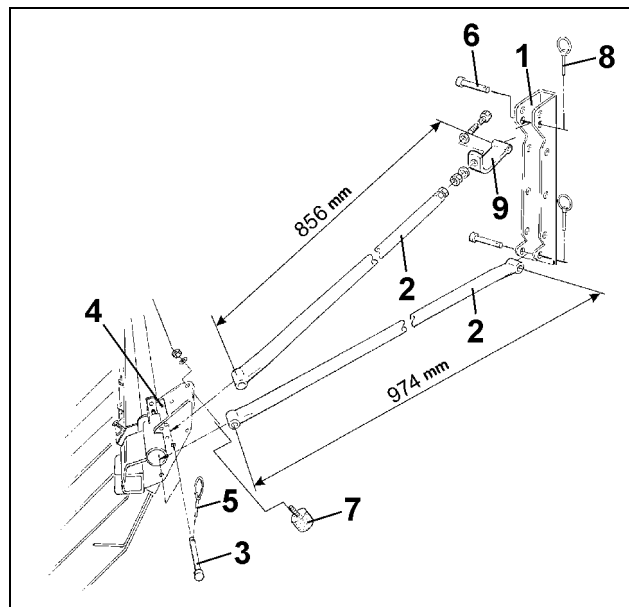

Fig. 24
- Atornillar tope de caucho-metal (Fig. 24/7).
- Pasar los tubos de soporte (Fig. 24/2) con pernos (Fig. 24/3) en los soportes (Fig. 24/4) de la almohaza exacta y asegurar con pasadores clavija (Fig. 24/5).
- Pasar los tubos de soporte (Fig. 24/2) con pernos (Fig. 24/6) en las escotaduras (Fig. 24/1) y asegurar con pasadores clavija (Fig. 24/8).